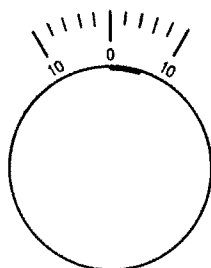

Bild 9
- Ställ distorsionsmottagarens omkopplare SIGNAL 2 i läge TRANS TIME, se bild 9.